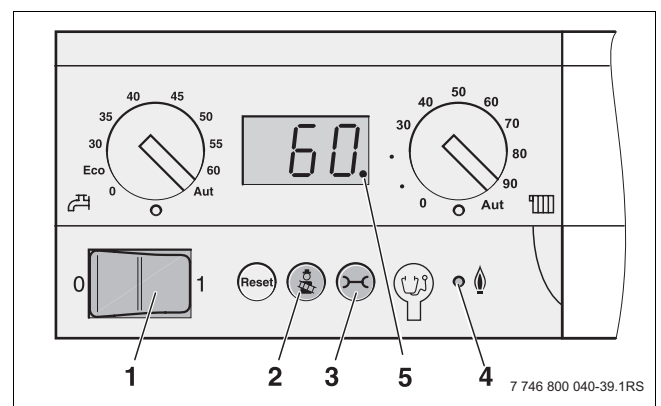

Bild 53 Bedienfeld des Basiscontrollers
- Die Einstellschraube für den Gas-Anschlussfließdruck (5) auf korrektes Luftverhältnis einstellen.
- Betriebsschalter (→ Bild 53, (1), Seite 53) am Bedienfeld des Basiscontrollers auf „0“ (Aus) stellen.